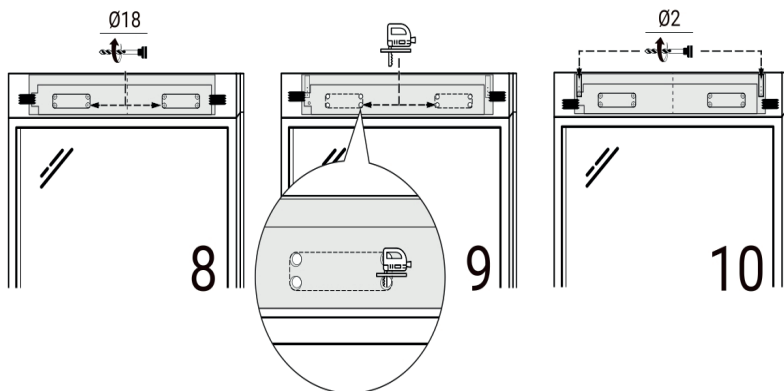

Рисунок 6 – Разметка отверстий под монтаж
- д) просверлить 2 технологических отверстия для установки инструмента и прорезать пазы в доборном профиле по контуру шаблона (рисунок 6, поз. 8 - 9);
- е) просверлить 4 отверстия $\varnothing 2$ мм (рисунок 6, поз.10) для крепления кронштейнов, фиксирующих установку на оконной раме (левый и правый).